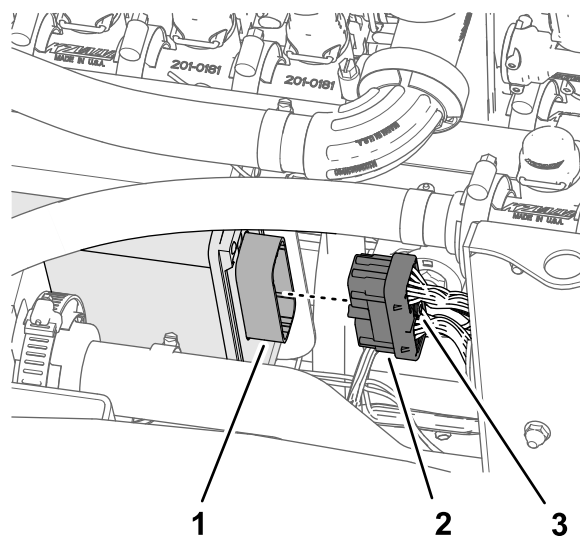

Figura 117
1. Inserte el conector hembra de 40 vías de la rama de 102 cm (40") del arnés de fumigación del kit en el conector de 40 pines del controlador de fumigación del ASC 10 (Figura 117).
2. Enrosque a mano el tornillo moleteado del conector hembra de 40 vías en el conector ASC 10 (Figura 117).